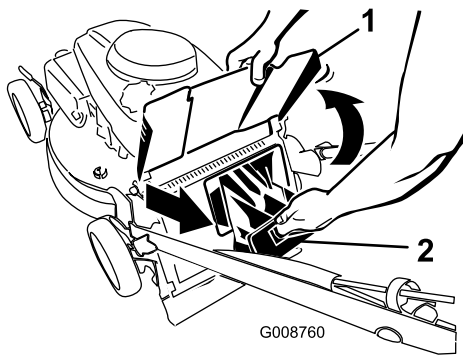

**Figura 20**
1. Pase la cuerda del arrancador alrededor de la guía de cuerda inferior (Figura 20).